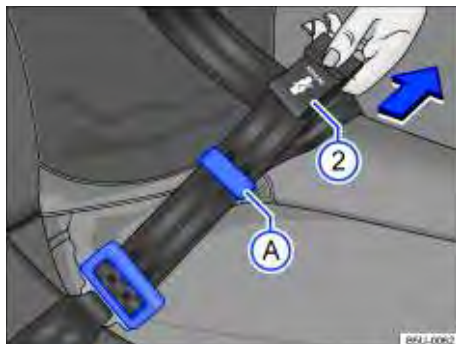

Fig. 54 Ajustar o cadarço do cinto de segurança.
- Puxar a parte superior (região em que se encontra a etiqueta) $\Rightarrow$ Fig. 54  no sentido da seta. Manter uma distância do passador  à fivela conforme $\Rightarrow$ Fig. 54 para facilitar o deslizamento do cadarço do cinto de segurança. Recomenda-se uma folga de até 5 cm (3 dedos) na região do tórax, para efeito de conforto.